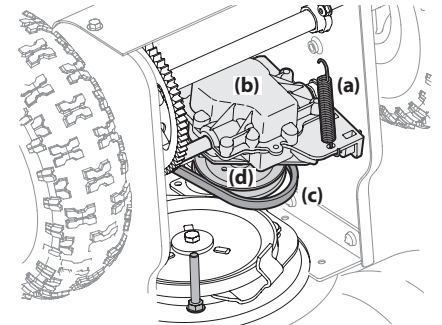

Figura 4-18
2. Quite el resorte que conecta la transmisión a un perno en el cuadro del motor. Vea la Figura 4-18.
- Incline la transmisión hacia adelante y ubique la correa de transmisión en la polea de transmisión. Consulte la Figura 4-18.
- Vuelva a conectar el resorte al perno en el marco del motor y ajuste la transmisión. Vuelva a instalar la tuerca de seguridad bridada. Consulte la Figura 4-18.